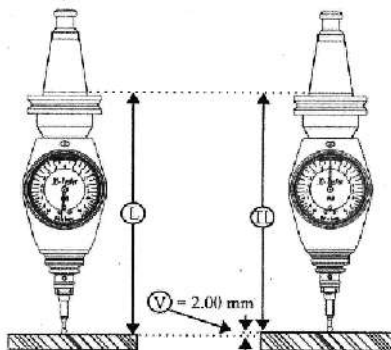

Рис. 1
- Проверьте эффективную общую длину TL в тестере (рис. 1). TL=эффективная общая длина тестера в состоянии контакта (когда стрелка указывает на «0»); Когда стрелка указывает на «0», длина тестера должна быть измерена с учетом значения компенсации, равного  $V=2$  мм;